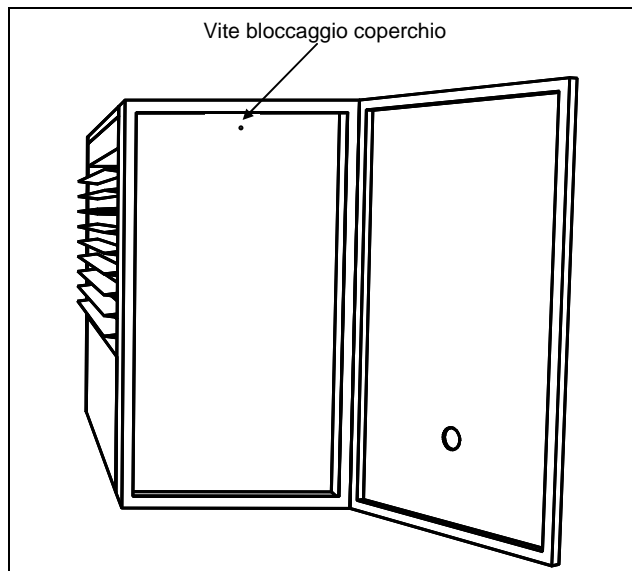

Figura 11
- Svitare la vite che blocca il coperchio (vedi Figura 11).